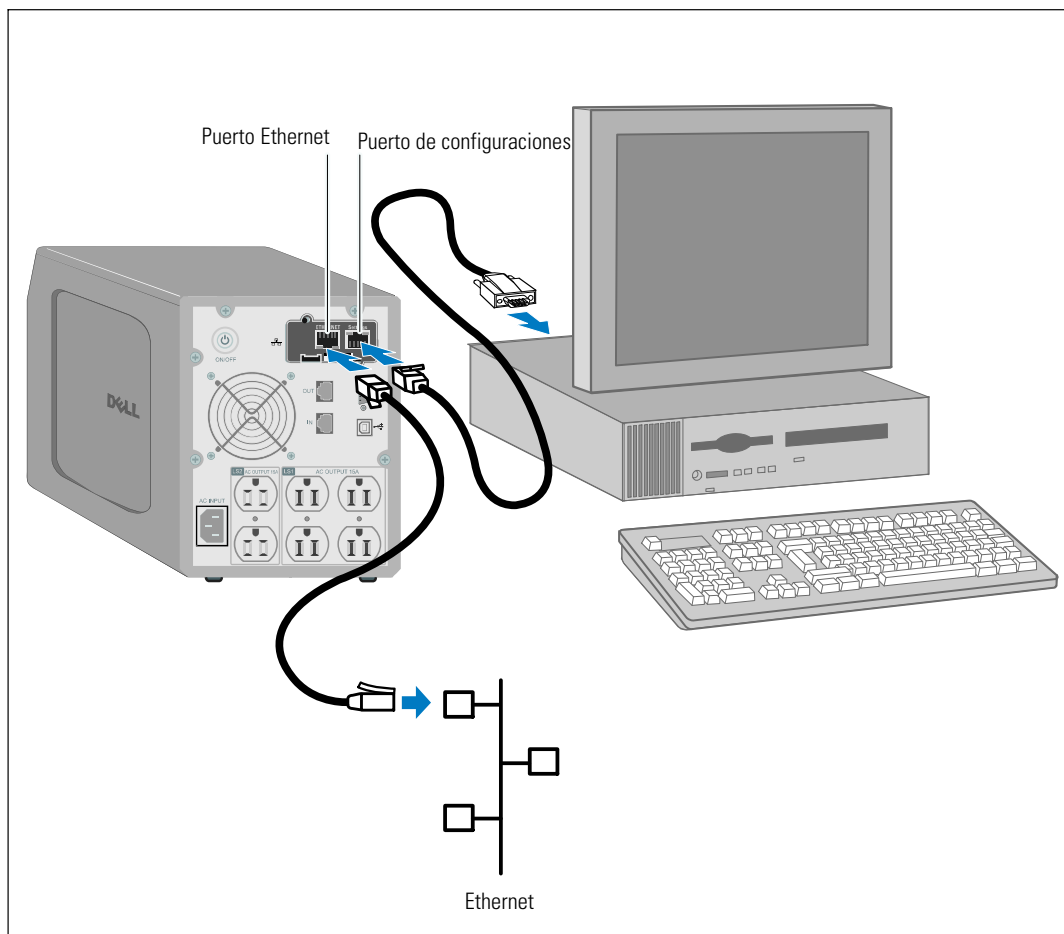

Figura 5. Conexión de la tarjeta
- 1 Coloque el extremo RJ-45 del cable serial suministrado en el puerto de configuraciones en la tarjeta (consulte la Figura 5).
- 3 Conecte un cable Ethernet activo (no suministrado) al puerto Ethernet en la Tarjeta de gestión de red de Dell (consulte la Figura 5).